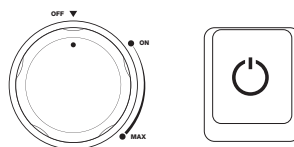

Рис. 5
4. Переведите выключатель на мойке в положение **ON** (Рис. 5). Двигатель начнет работать создавая давление в системе, при достижении максимального значения давления двигатель остановится.